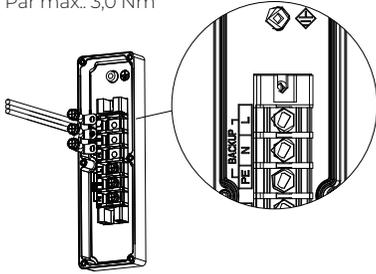

Figura 6.13.3
**Paso 3:** Fije los terminales a las zonas BACKUP y GRID del inversor EP760 con un destornillador de cruz, como se muestra en la Figura 6-13-3 y 6-13-4.